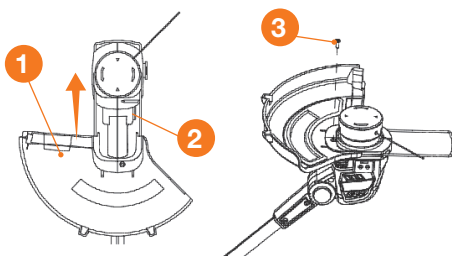

Рис. 3
- Установите защитный кожух **1** на изделие вставив его в пазы **2** на корпусе косильной части (Рис. 3).
- Закрепите кожух винтом **3** с внутренней части кожуха (Рис. 3).